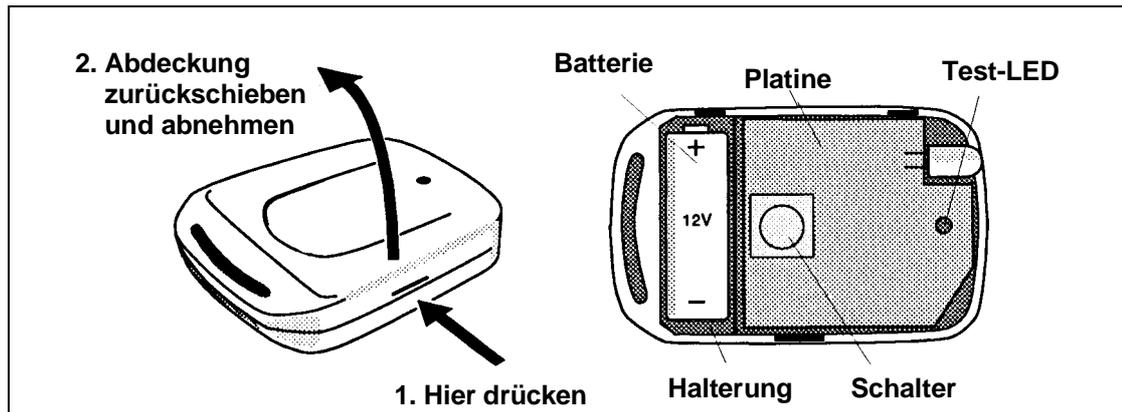

Bild 4-5 Batterietausch beim Sicherheitsschlüssel
- 1** Siehe dazu Bild 4-5. Nach Drücken unterhalb des Verschlusses kann der Deckel vollständig abgenommen werden. Das Innere des Schlüssels ist in der rechten Bildhälfte zu sehen.